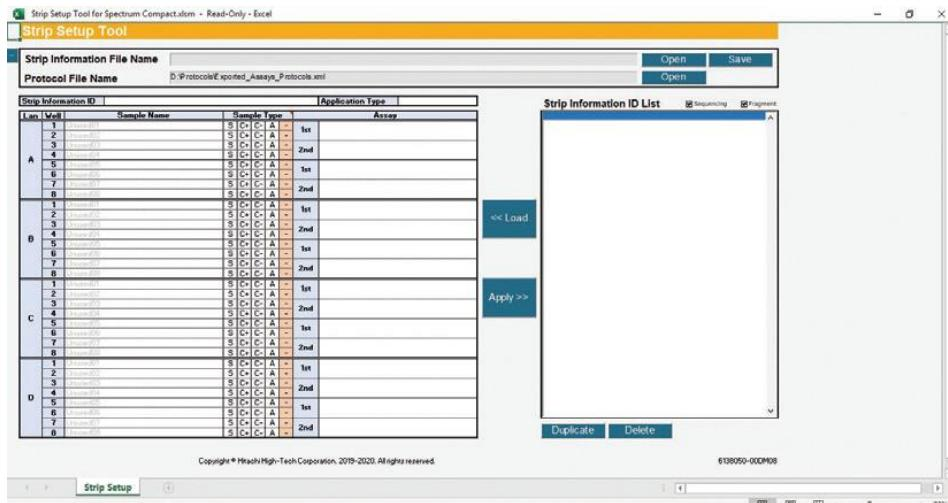
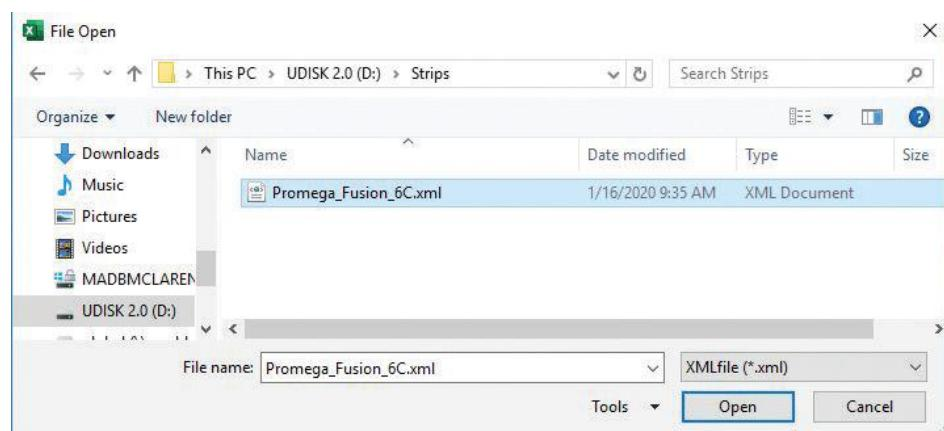
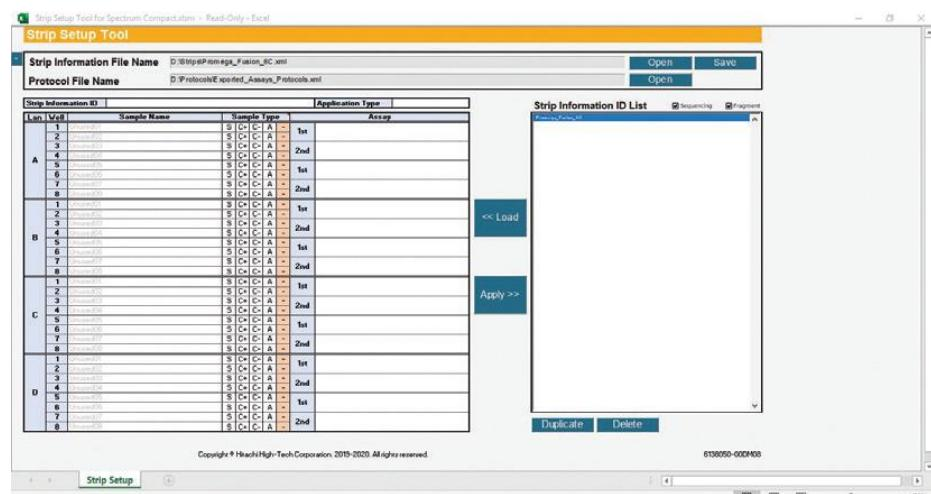

図 215 Protocol File Name に Protocol.xml ファイルが表示された Strip Setup Tool for Spectrum Compact 画面
図 216 ブラウジングウィンドウ
図 217 Strip Information File Name に Strip.xml ファイルが表示された Strip Setup Tool for Spectrum Compact 画面
- Strip Setup Tool for Spectrum Compact で protocol.xml のファイルを開いた後、Strip Information File Name ボックス（図 215）の右側にある **Open** を選択します。ブラウジングのウィンドウが表示されますので、作成した strips.xml ファイルの場所を指定し、**Open** を選択します。（図 216） Strip information file read complete というウィンドウが表示されますので、**OK** を選択し、このウィンドウを閉じます。strip.xml のファイル名が、Strip Setup Tool の上部にある Strip Information File Name ボックス内に表示されます。（図 217）
2. 画面右側の Strip Information ID List の希望する Strip を選び、Load を選択します。(図 217)